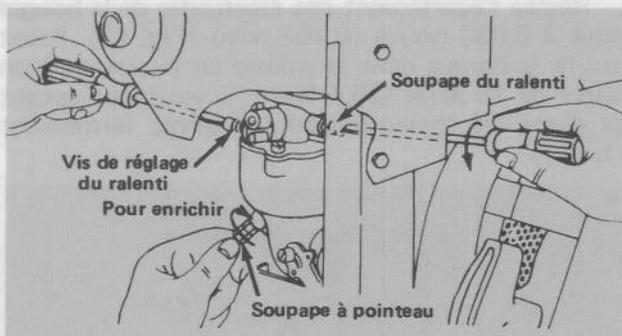

Figure 44
1. Soupape à pointeau (Fig. 44) — Fermez la soupape à pointeau en la tournant délicatement vers la droite (en vissant).
2. Tournez de 1-1/2 tour vers la gauche la soupape à pointeau pour l'ouvrir (Fig. 44).
3. Soupape du ralenti (Fig. 44) — Fermez la soupape du ralenti en la tournant délicatement à droite (en vissant).
4. Ouvrez la soupape du ralenti en la tournant de 1/4 à 3/4 de tour vers la gauche ou en la dévissant (Fig. 44).
6. Tournez la soupape à pointe (Fig. 44) vers la droite — en vissant — jusqu'à ce que le moteur ait des ratés à cause de la pauvreté du mélange d'essence. Puis tournez la soupape à pointe vers la gauche — en dévissant — de sorte que le moteur tourne de façon irrégulière à cause du mélange d'essence trop riche. Tournez ensuite la soupape à pointe à droite, à mi-chemin entre le mélange trop riche et le mélange trop pauvre, jusqu'à ce que le moteur tourne en douceur.
7. Ramenez la commande des gaz à la vitesse de ralenti. Tournez alors la vis de réglage du ralenti (Fig. 44) jusqu'à ce que le moteur tourne au ralenti accéléré — 1750 tours-minute.
8. Tournez à droite la soupape du ralenti (Fig. 44) — en vissant — jusqu'à ce que le moteur commence à avoir des ratés à cause d'un mélange trop pauvre. Ensuite, tournez la soupape du ralenti à gauche — en dévissant — jusqu'à ce que le moteur tourne de façon irrégulière à cause d'un mélange trop riche. Ensuite, tournez la soupape du ralenti à droite,
9. De nouveau, tournez la vis de réglage de la vitesse du ralenti (Fig. 44) jusqu'à ce que le moteur tourne au ralenti à raison de 1750 tours-minute.